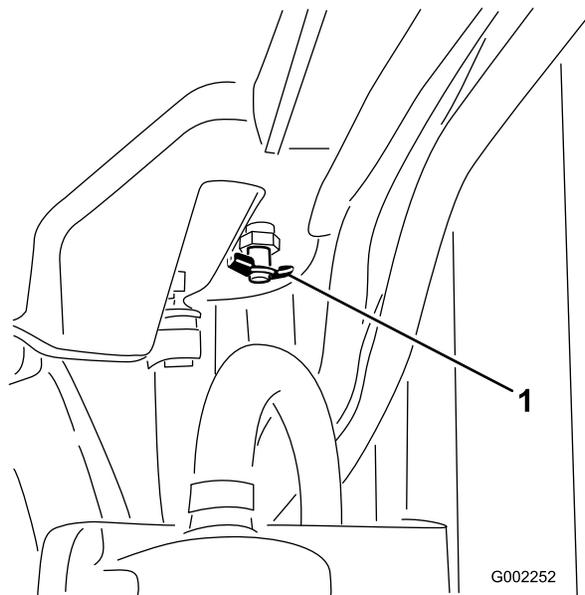

Рисунок 94
4. Откройте сливной кран и слейте охлаждающую жидкость в сливной поддон (Рисунок 94).
5. Закройте сливной кран (Рисунок 94).